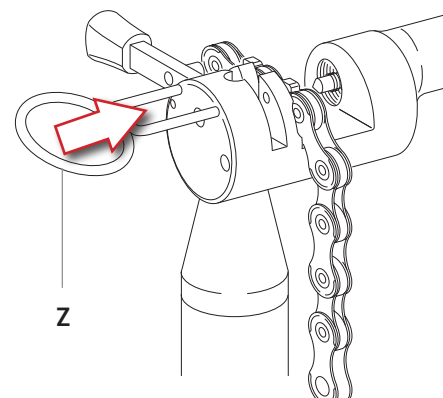

Fig.6
- bloccate la maglia con l'apposito dispositivo di blocco (Z) (Fig. 6);